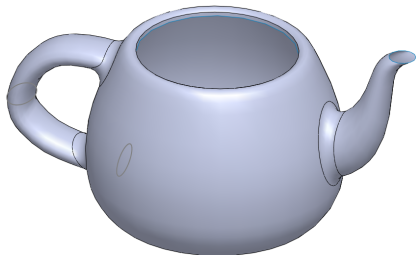

图 10-16 打开素材模型
(1) 单击常用工具栏中的【打开】按钮，打开一幅素材模型，如图 10-16 所示。